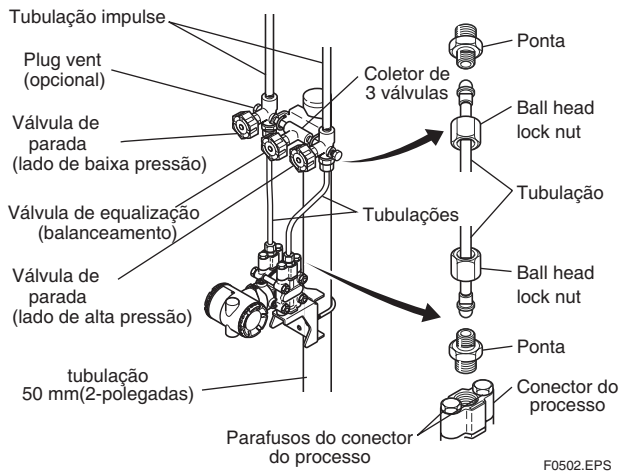

Figura 5.1.1b Coletor de 3 Válvulas (Tipo de Montagem de Tubulação)
■ Tipo de Montagem de Tubulação de Coletor de 3 Válvulas (Figura 5.1.1b)